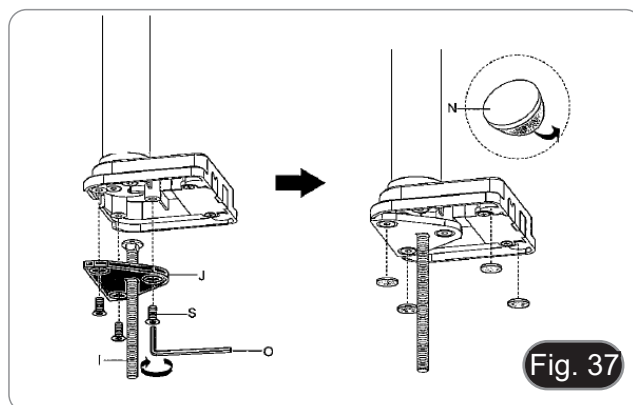

Fig. 37
3. Inserire la vite (I) nella piastra di fissaggio (J).
4. Serrare la piastra di fissaggio usando le tre viti (S). (Fig. 37)
5. Applicare i piedini in gomma (N) al supporto da tavolo.